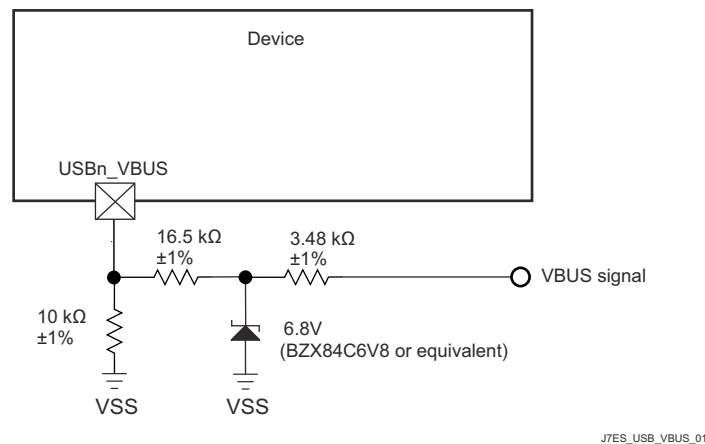

図 8-5. USB VBUS 検出分圧器 / クランプ回路
このデバイスでは、外付けの分圧抵抗を使用して VBUS 信号電圧を下げる必要があります (図 8-5 を参照)。これにより、実際のデバイス ピン (USB0_VBUS) に印加される電圧が制限されます。これらの外部抵抗の許容誤差は 1% 以下、ツェナー ダイオードの 5V でのリーク電流は 100nA 未満とする必要があります。(1)
デバイスの電源がオフのときに VBUS が印加された場合、図 8-5 に示す外部回路によって実際のデバイス ピンへの入力電流が制限されるため、USB0_VBUS ピンはフェイルセーフであると考えられます。